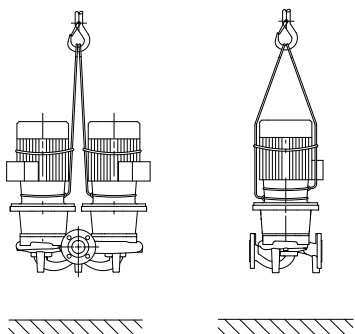

Fig. 7 : Elingage de la pompe
- Les œillets de transport sur le moteur servent ici de guidage lors de la suspension de la charge (fig. 7).